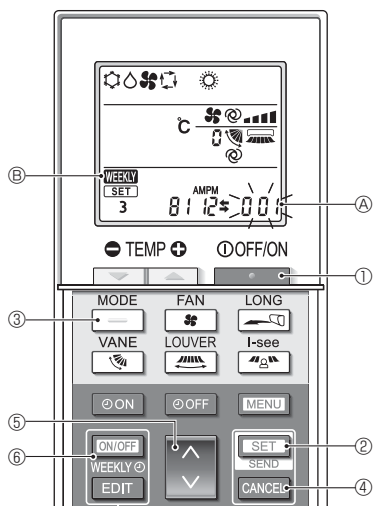

Fig. 4-12
- Drücken Sie die **[MENU]**-Taste ②.
4.12.8. Den Betrieb im Automatikmodus deaktivieren (Fig. 4-12)
- Drücken Sie die **[*]**-Taste ①, um die Klimaanlage anzuhalten.
- Wenn der Wochen-Timer aktiviert ist, drücken Sie die **[ON/OFF WEEKLY]**-Taste ⑥, um den Timer zu deaktivieren. (**[WEEKLY]** ⑥ verschwindet.)
- Drücken Sie die **[SET]**-Taste ② 5 Sekunden lang.
- Das Gerät ruft den Funktionseinstellungsmodus auf. (Die Gruppenmodelleinstellungsnummer ① blinkt.)
- Drücken Sie die **[↑/↓]**-Taste ④.
- Abschließen der Einstellungen (Fig. 4-12)